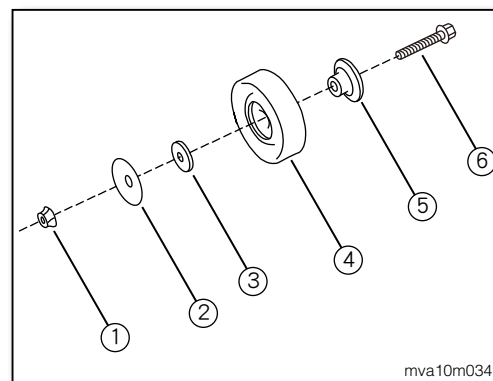

图1
1. 按顺序将惰轮隔离片⑤、惰轮④(C型扣环朝发动机侧)、垫片③、防尘盖板②组立，最后用张力调整螺栓⑥与螺母①预锁，待皮带组立后进行惰轮螺母过磅(如图1)。